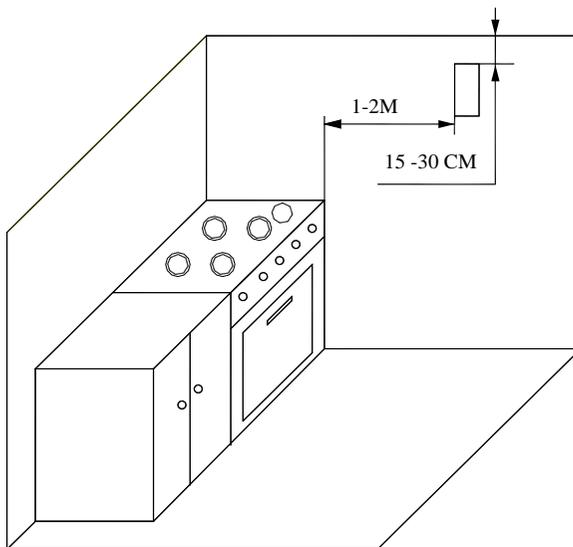

Рисунок 1. Схема расположения газового сигнализатора.
- сигнализатор следует устанавливать на вертикальной стене в местах возможной утечки газа (вблизи газовых плит, газовых нагревательных и отопительных приборов, вентилей, клапанов и т.д.) (см. рисунок 1);
- сигнализатор предназначен для обнаружения повышенной концентрации в воздухе метана, его необходимо устанавливать над местами возможной утечки газа на расстоянии от потолка не менее 15-30 см (рисунок.1);